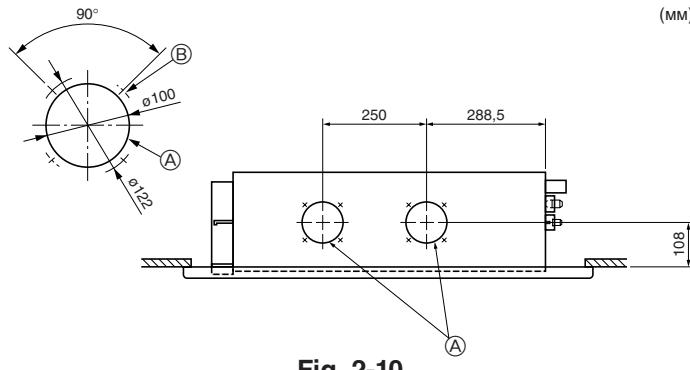

Fig. 2-10
2.5. Отверстие для входа свежего воздуха (Fig. 2-10)